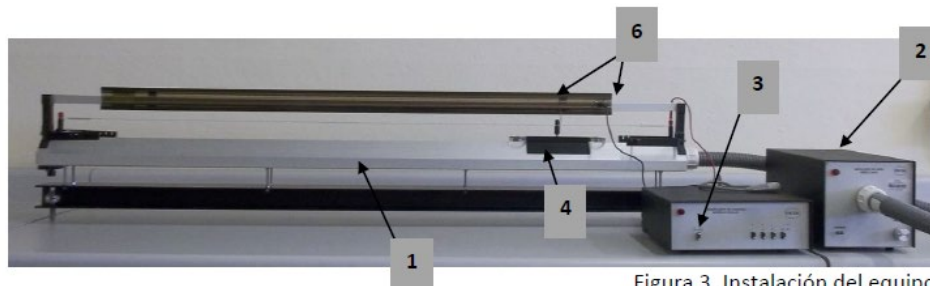

Figura 3. Instalación del equipo.
1. Instale el equipo como se muestra en la figura 3.